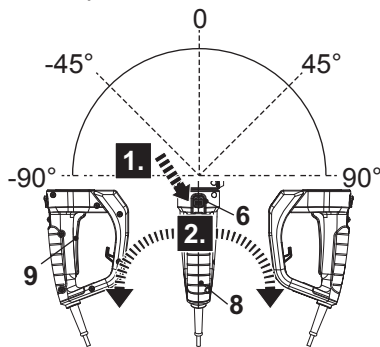

Fig. 7
1. Presione hacia abajo el botón de bloqueo del mango giratorio (6) y manténgalo en su posición (Fig. 7, paso 1).
2. Gire ligeramente el mango trasero (8) hacia la izquierda o la derecha (Fig. 7, paso 2).
3. Suelte el botón de bloqueo del mango giratorio (6) y siga moviendo el mango trasero (8) hasta que se bloquee en su sitio con un clic audible.